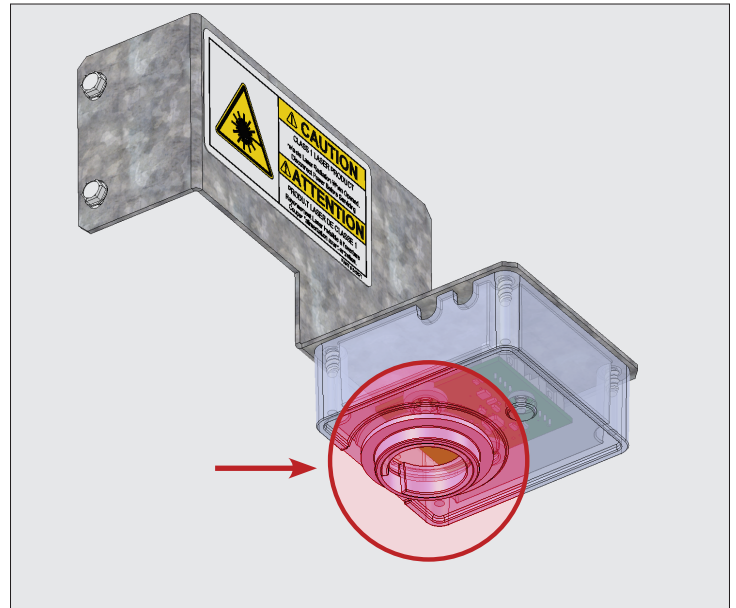

Fig. 2. Ubicación de la lente del sensor de nivel de hielo.
4. Saque el conjunto y gírelo boca abajo para descubrir la lente. Consulte la fig. 2.